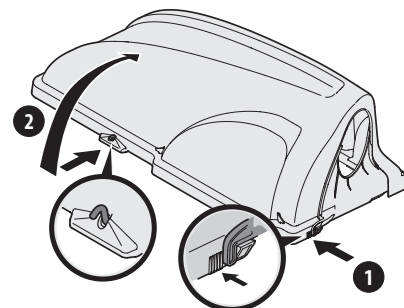

Figura 13
7. Abra el capó oprimiendo hacia adentro la lengüeta posterior derecha con la mano derecha, como se ve en 1 de la Figura 13, y levantando la cubierta con la mano izquierda en el centro de la parte posterior de la cubierta de la embolsadora, 2.